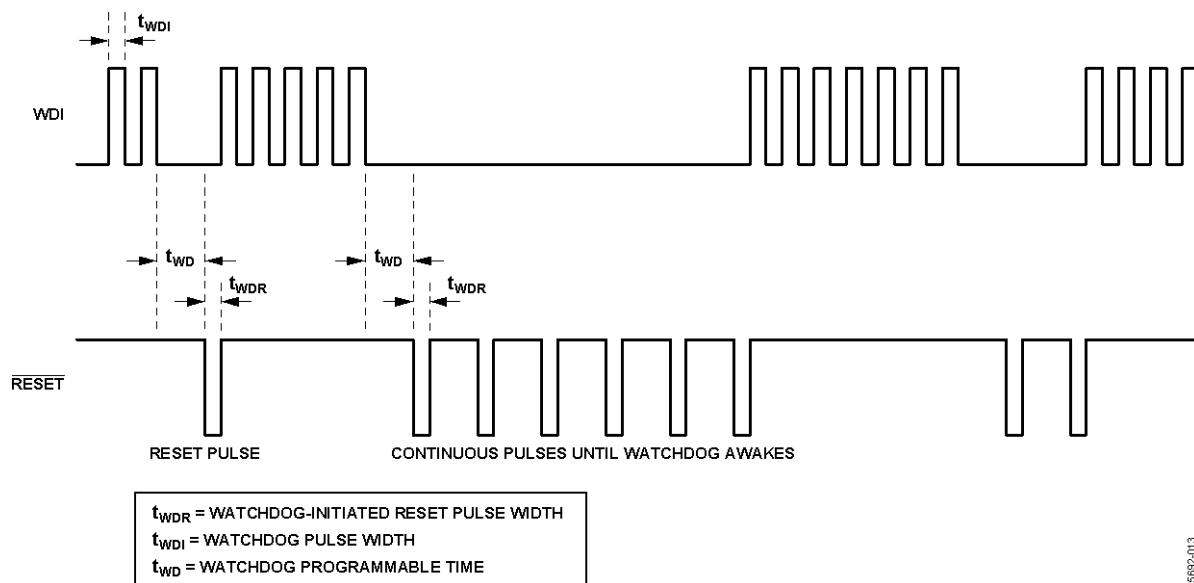
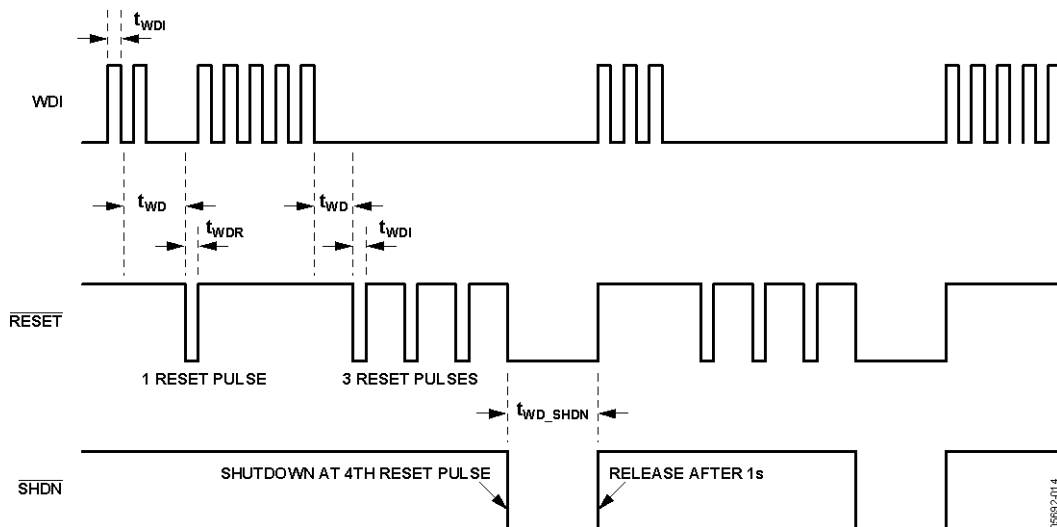

図 13. 標準ウォッチドッグ—ウォッチドッグ解除までリセット・パルスを出力
図 14. 高度ウォッチドッグ—ウォッチドッグのリセットを 3 回行った後に \overline{SHDN} をアサート (\overline{SHDN} を 1 sec に解除してサイクルを繰り返します)
デフォルトの標準ウォッチドッグ・モードでは、タイムアウト周期 t_{WD} より長い時間 WDI がハイ・レベルまたはロー・レベルを維持すると、RESETパルスが発生されて、システム・プロセッサが WDI 信号を再設定できるようにします。有効なウォッチドッグ信号(WDI の立ち上がりまたは立ち下がりエッジ信号)が受信されるまで、RESETパルスは継続します。リセットがアサートされると、内部ウォッチドッグ・タイマがクリアされます。標準 WDI と RESET のタイミング図を図 13 に示します。
- $\overline{\text{SHDN}}$ 出力がアサートされたとき(図 7 と図 14 参照)。 $\overline{\text{RESET}}$ が $\overline{\text{SHDN}}$ 出力からトリガーされた場合、 $\overline{\text{SHDN}}$ ホールドと遅延のタイミングに従います。
- 外部モニター・プロセッサが必要な WDI 信号を発行できないとき(図 13 と図 14 を参照)